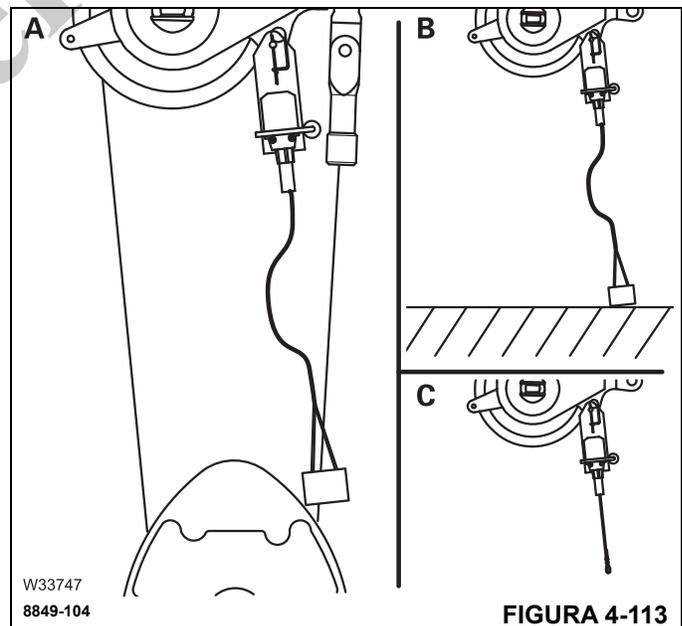

FIGURA 4-113
(A), (Figura 4-113) – el aparejo de gancho eleva el peso del interruptor de prevención del contacto entre bloques,
(B), (Figura 4-113) – el peso del interruptor de prevención del contacto entre bloques toca el suelo durante la bajada,
(C), (Figura 4-113) – el peso del interruptor de prevención del contacto entre bloques no está instalado.